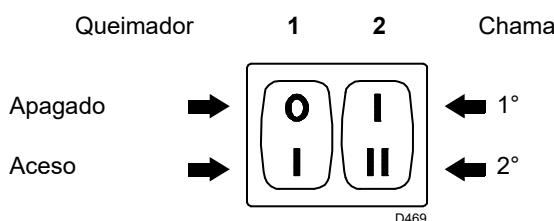
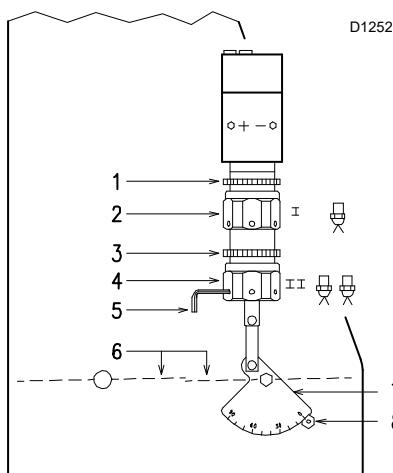

Fig. 20
Fig. 21
- Colocar em funcionamento o queimador fechando os termóstatos e com o interruptor 1)(pag. 18, Fig. 20) na posição "ACESSO". A bomba deve rodar no sentido da seta que está marcada na cobertura.
- Quando o gasóleo sai pelo parafuso 3), indica que a bomba está alimentada. Parar imediatamente o queimador: interruptor 1)(pag. 18, Fig. 20) na posição "DESLIGADO" e apertar o parafuso 3).
Colocar o interruptor 1)(Fig. 20) na posição "ACESO".
Manter o queimador funcionando na 1^a chama, colocando o interruptor 2)(Fig. 20) na posição 1^a chama. A abertura do registo 6)(Fig. 21) deve ser proporcional à da boquilha escolhida: o índice 8)(Fig. 21) deve corresponder com o número da posição indicada no sector graduado7)(Fig. 21). A regulação faz-se rodando o hexágono 2)(Fig. 21):
Colocar o interruptor 2)(Fig. 20, pag. 18) na posição 2^a chama e regular o registo 6)(Fig. 21) actuando sobre o hexágono 4)(Fig. 21), depois de se ter aliviado o aro 3)(Fig. 21).
para facilitar a regulação dos hexágonos 2) e 4)(Fig. 21), utilizar uma chave hexagonal de 3 mm 5)(Fig. 21).